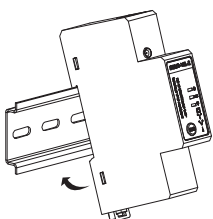

Abbildung 1
- Setzen Sie zunächst den oberen Teil der Hutschienenaufnahme des Drehstromzählers auf die Hutschiene auf (siehe Abbildung 1).